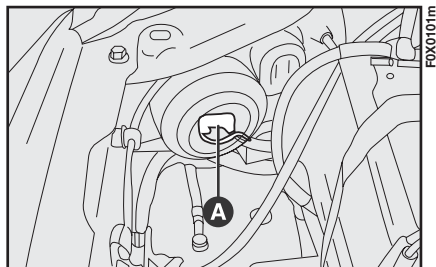

fig. 120
- scollegare il connettore A-fig. 120;